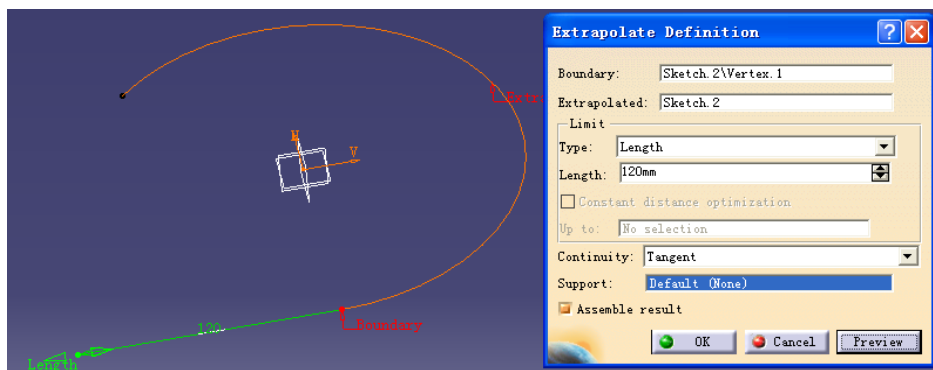

图 9-17
(2) 点击 , Boundary 栏中用鼠标选曲线的一端, Extrapolated 栏中用鼠标选曲线, length 设为 120mm (见图 9-17);